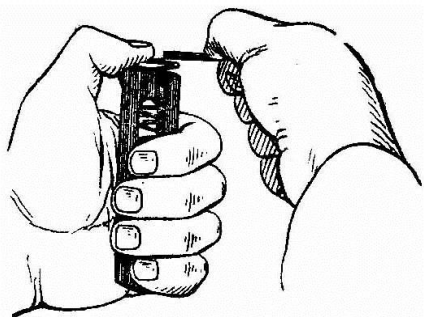

Рис. 18. Сборка магазина
1) **Собрать магазин.** Удерживая корпус магазина в левой руке так, чтобы выступ для защелки магазина был впереди и вверху, правой рукой вложить подаватель в корпус магазина. Вставить в корпус магазина пружину подавателя неотогнутым концом вниз и, поджимая пружину большим пальцем левой руки (рис. 18), правой рукой надвинуть крышку на загнутые ребра корпуса так, чтобы отогнутый конец пружины заскочил в отверстие крышки.